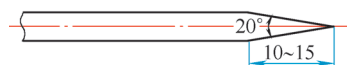
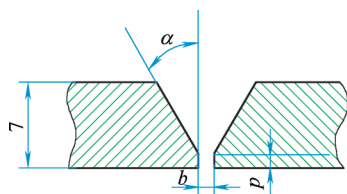

图1 钨极形状
图2 坡口形式
(1) 焊前准备 采用手工钨级氩弧焊，选用北京时代ZX7-400G逆变焊机，焊接材料为ERNiCr-3，氩弧焊钨极选用铈钨棒， $\phi 2.5\text{mm}$ ，钨棒在使用前应将端部磨制成圆锥形，如图1所示。采用V形坡口，坡口形式及对口尺寸如图2所示。
(2) 焊接参数 焊接电流应控制在保证铁液均匀铺开，熔池清晰，在熔合良好前提下，提高焊接速度，降低焊层厚度，以达到控制焊接热输入的目的。焊接参数如附表所示。
(3) 质量要求 进行100%自检和RT检测（JB4730，Ⅱ级合格）。